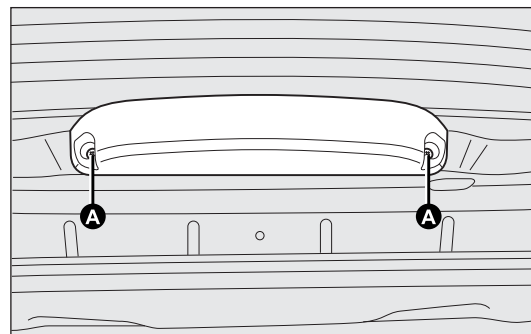

fig. 158
- ☐ para versiones con portón, afloje los dos tornillos de fijación A-fig. 158 y extraiga el grupo;